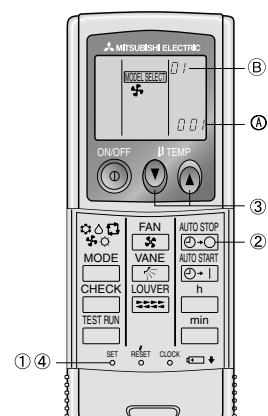

Fig. 6-7
4) Ajuste automático de la velocidad del ventilador (controlador remoto inalámbrico) (Fig. 6-7)